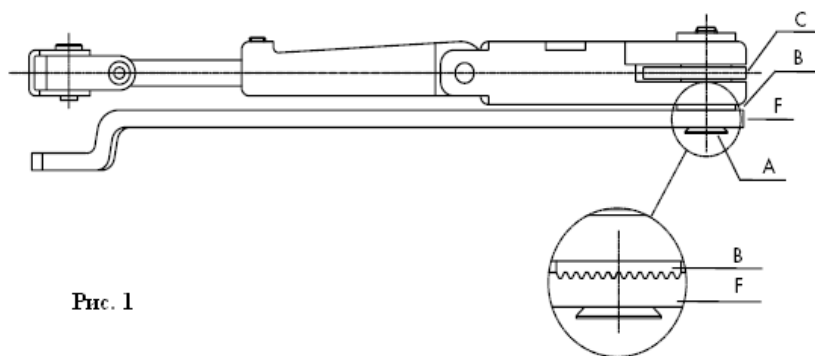

Рис. 1
- 1) Откройте дверь и поставьте ее в то положение, в каком требуется ее блокировать в открытом положении. Слегка затяните винт «А», не прилагая больших усилий (Рис.1).
- 2) Затягивая винт «А», слегка раскачивайте дверь. Это необходимо для того, чтобы зубчатое зацепление на вставке «В» совпало с соответствующим зацеплением на рычаге «F» (Рис.1).